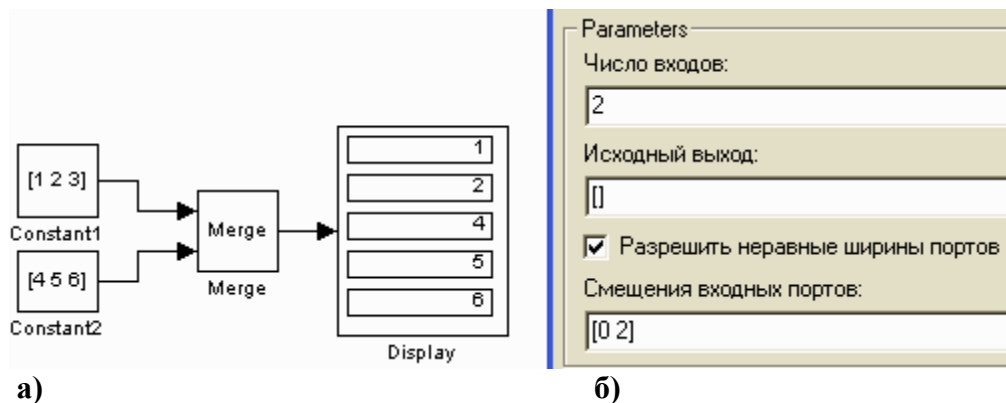

Рис. 1.35. Применения блока Merge для объединения двух векторов (а), параметры блока Merge (б)
7. Merge (Объединение/слияние сигналов) – служит для объединения двух и более векторных сигналов, поступающих на входы, в один векторный сигнал. Пример применения блока Merge (рис. 1.35, а) и его основные параметры представлены на рис. 1.35, б.